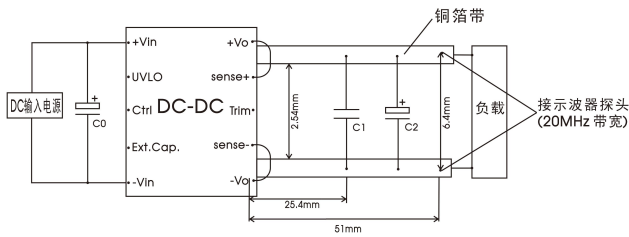

图 3
①纹波和噪声的测试方法见图 3, 噪声以靠测法为准。
所有该系列的 DC/DC 转换器的常规性能在出厂前, 都是按照下图 3 推荐的测试电路进行测试, 纹波噪声测试用图 3 接线测试。